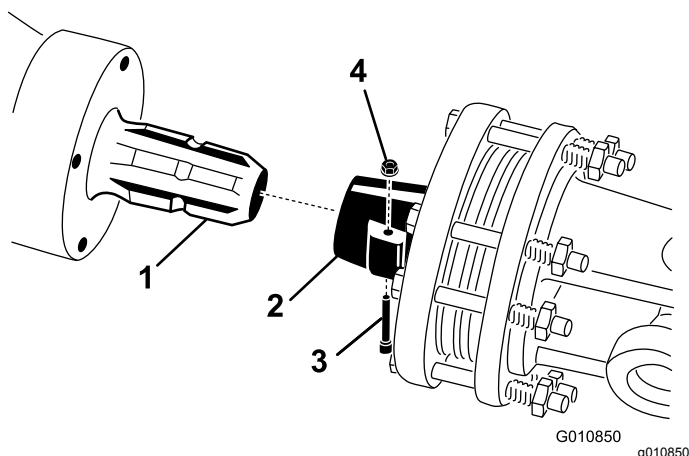

Рисунок 23
- Снимите с BOM штифт и гайку (Рисунок 23).
- Подсоедините конец муфты BOM к первичному валу редуктора азратора с помощью снятых ранее штифта и гайки (Рисунок 23).